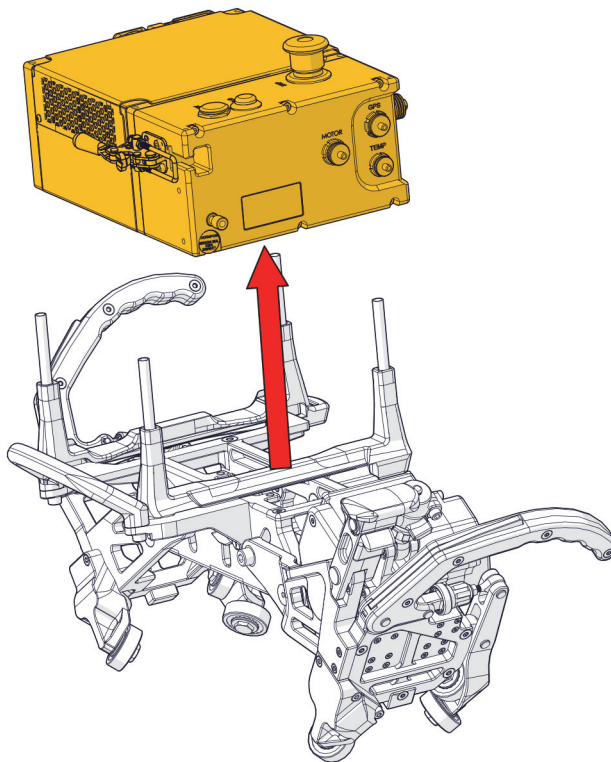

Figura 2-3 Extracción de la unidad de adquisición
3. Retire la unidad de adquisición (ver Figura 2-3 en la página 90).